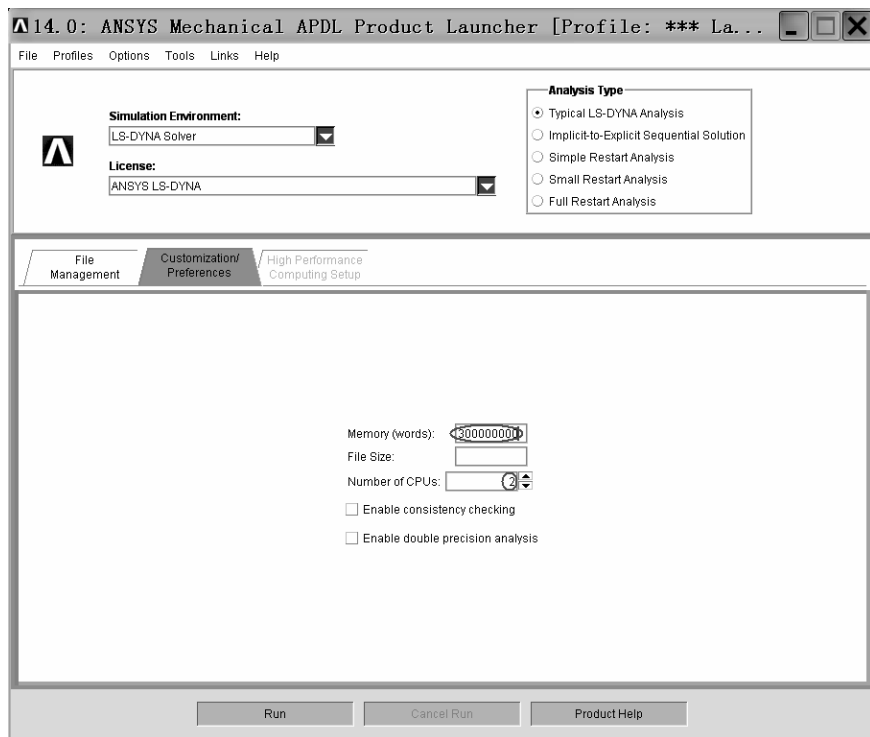

图 4-62 “14.0: ANSYS Mechanical APDL Product Launcher [Profile:\*\*\*La...”窗口
(2) 单击 “14.0: ANSYS Mechanical APDL Product Launcher [Profile:\*\*\*La...” 窗口中 “Simulation Environment:” 方框后的倒立三角形图标，选中 “LS-DYNA Solver”。
(3) 单击“14.0: ANSYS Mechanical APDL Product Launcher [Profile:\*\*\*La...”窗口中“License:”方框后的倒立三角形图标,选中“ANSYS LS-DYNA”。
(4) 在“14.0: ANSYS Mechanical APDL Product Launcher [Profile:\*\*\*La...”窗口中“Working Directory:”后的方框中找出“D:\CH4\shell and ball”目录。
(5) 在“14.0: ANSYS Mechanical APDL Product Launcher [Profile:\*\*\*La...”窗口中“Keyword Input File:”后的方框中找出“D:\CH4\shell and ball”目录下的“shell and ball.k”文件。
(6) 单击“14.0: ANSYS Mechanical APDL Product Launcher [Profile:\*\*\*La...”窗口中的“Customization Preferences”(见图 4-62),在“Memory (words):”方框后输入“300 000 000”,即给计算分配内存,当模型较大时需要设置此项。具体数据视模型大小与计算机性能而定。在“Number of CPUs:”后选择“2”(单击后面的三角形来增加)。此项表示分配给计算的 CPU 数目。当需要同时计算多个 K 文件时需要设置此项,然后单击“Run”按钮。